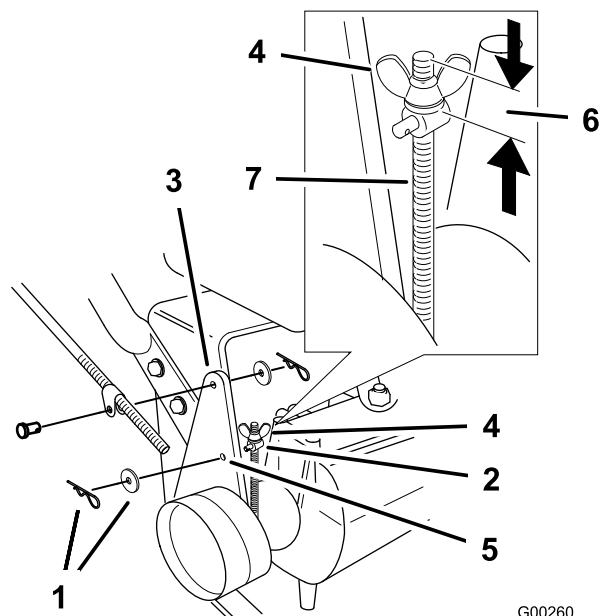

Figura 41
Nota: Para el ajuste inicial, ajuste la tuerca de orejeta hasta que se encuentre a 32 mm (1-1/4 pulg.) de la parte superior de la varilla (Figura 41).
5. Para ajustar el freno, retire el pasador de horquilla y la arandela de la palanca de freno y el muñón (Figura 41).
9. Fije el muñón en la palanca de freno con la arandela y el pasador de horquilla (Figura 41).